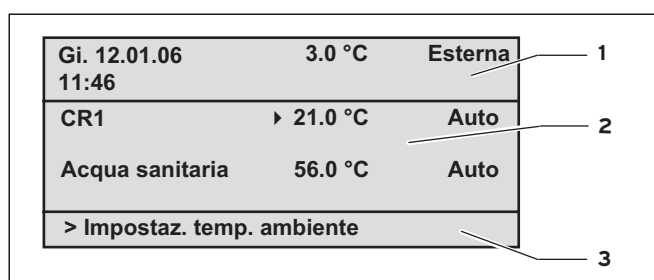

Fig. 4.2 Panoramica del display (esempio di schermata di base)
- Schermata di base (fig. 4.2)
Il metodo operativo qui descritto si riferisce alla schermata di base (fig. 4.2) e alle diverse schermate di visualizzazione/immissione del livello utente.
Situazione di partenza: È visualizzata la schermata di base (vedere fig. 4.2). La procedura di accesso alla schermata di base è descritta nel cap. 4.3.3.
Premendo uno o entrambi i selettori, si passa dalla schermata di base semplificata alla schermata successiva (vedere fig. 4.2).